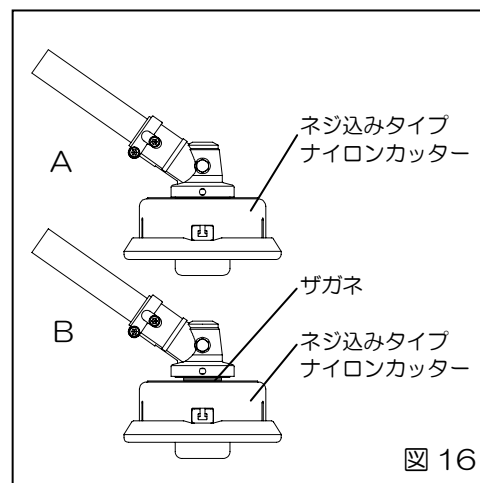

図 16
M8左ネジに直接取り付けてください。（図16-A）
- ・刈刃ホルダ（上）とナイロンカッターに隙間（3mm以内）が出来るときは、間に付属のザガネを挟んで取り付けてください。（図16-B）